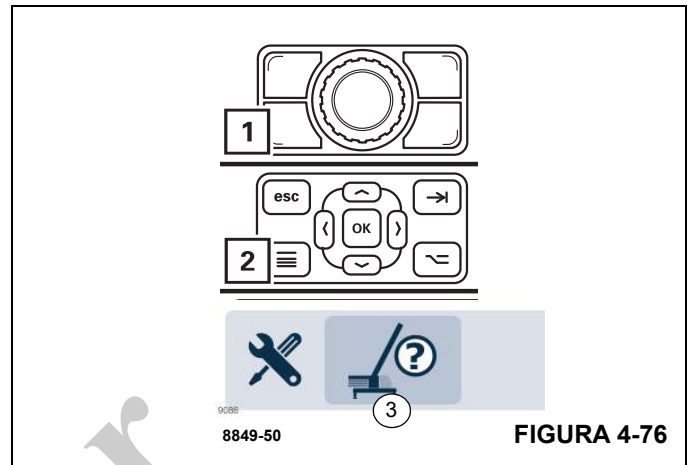

FIGURA 4-76
Si necesita corregir los valores, pulse el botón (1), (Figura 4-76), o (2), (Figura 4-76), y abra el menú de introducción del modo de aparejo (3), (Figura 4-76).